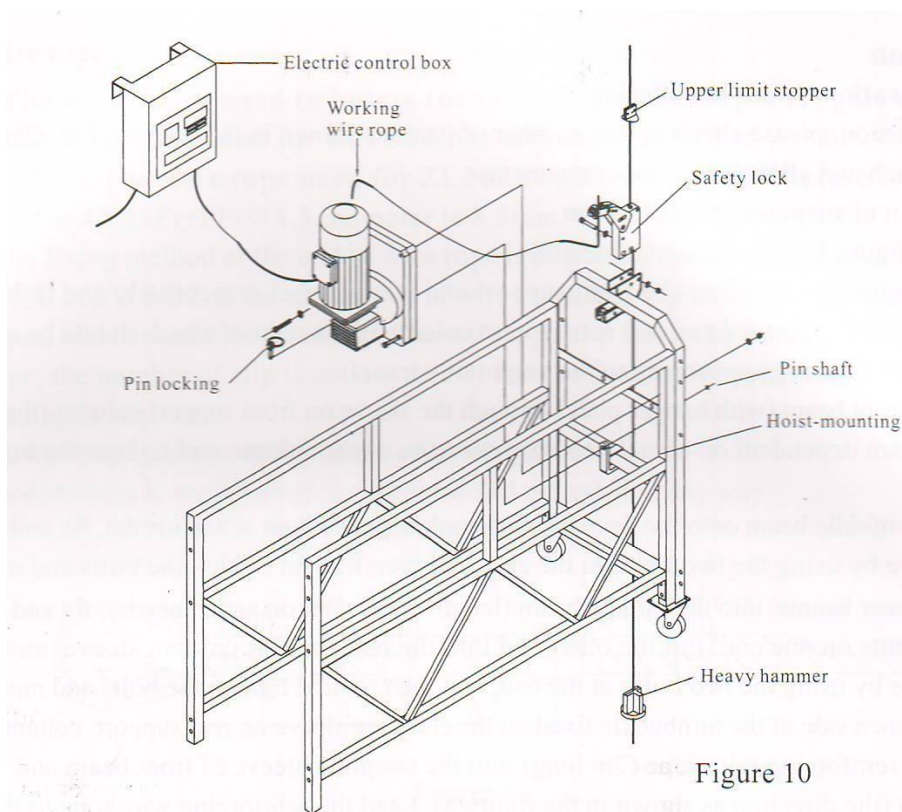

Figura 10
4.4.1. Instalați mecanismul de montare pe cadrul de montare aferent, fixați-l cu mânere și pinii de blocare (vezi figura 10). Instalați sistemul de siguranță pe colierul cadrului de montare, fixați și strângeți cu bolțuri.